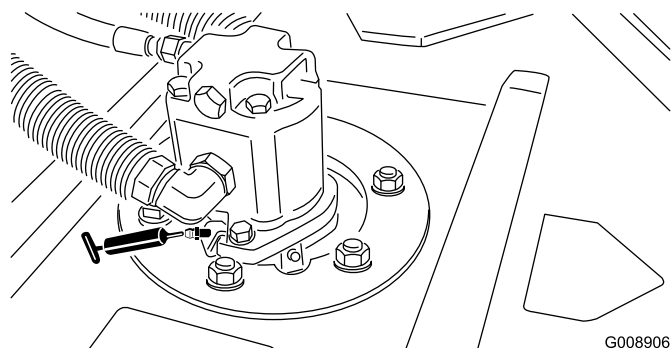

Figure 37
- Roulements d'axes de pivots de plateau de coupe (2 par plateau de coupe) (Figure 37)